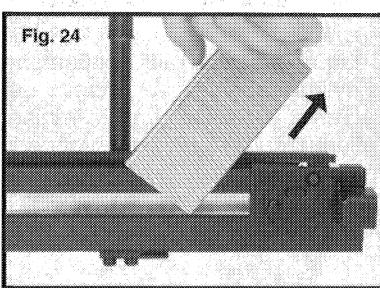

Fig. 24
B. Faire glisser les agrafes vers l'arrière et soulever hors du chargeur (voir Fig. 24).